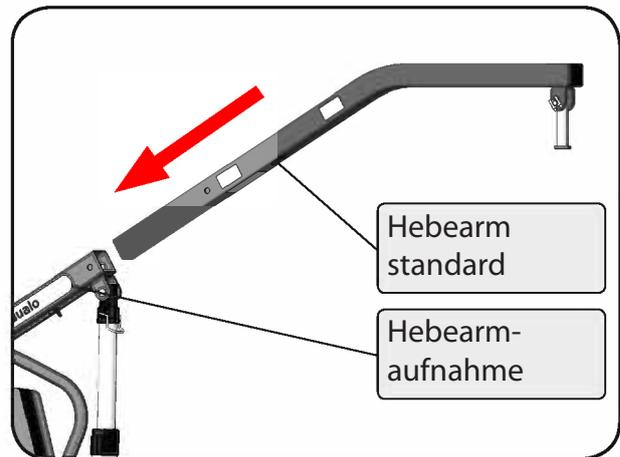

Abbildung 14
- Stecken Sie den Hebearm standard mit dem unbeschichteten Ende bis zum Anschlag in die Hebearmaufnahme ein. Die Hebearme des dualo® sind so entwickelt, dass sie nur in der vorgesehenen Stellung in die Hebearmaufnahme passen (Abbildung 14).